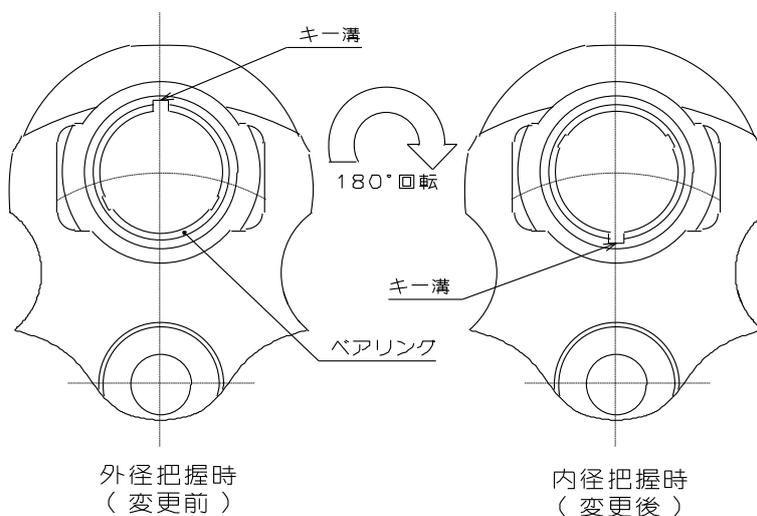

図8
- ⑤ 球面ブッシュを、マスタージョーと一緒にボデー表面から軽く浮く程度に引き抜きます。
- ⑥ 球面ブッシュ取付治具(P-24 参照)を用いて、球面ブッシュにマスタージョーが保持された状態を維持しながら引き抜きます。この時、半月キーが落ちていないか確認してください。もし球面ブッシュがマスタージョーから外れて2つに割れた場合は、古い液状ガスケットを取り除き、水分・汚れ等を拭き取った後、スリーボンド社製液状ガスケット 1212 を塗布し、球面ブッシュ取付治具にセットしてください。
- ⑦ ベアリングをキーの溝を目安にして180度水平に回転させます。(図8参照)